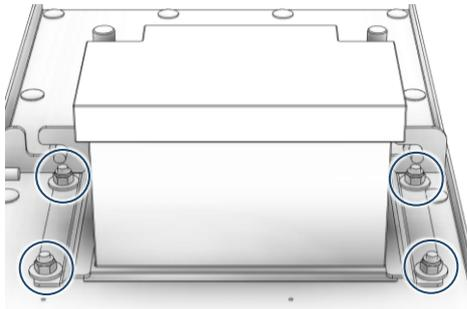

Abb. 9-17 – Entfernen der Befestigungsmuttern der Profile
- 2) Entfernen Sie mit einem geeigneten Werkzeug die vier Befestigungsmuttern und die dazugehörigen Unterlegscheiben (Abb. 9-17);